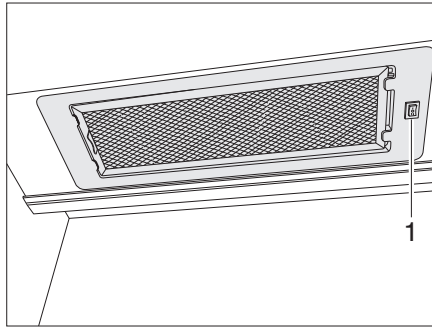

Fig. 130 Cappa di aspirazione
- Accendere e spegnere la cappa di aspirazione tramite l'interruttore (Fig. 130,1).